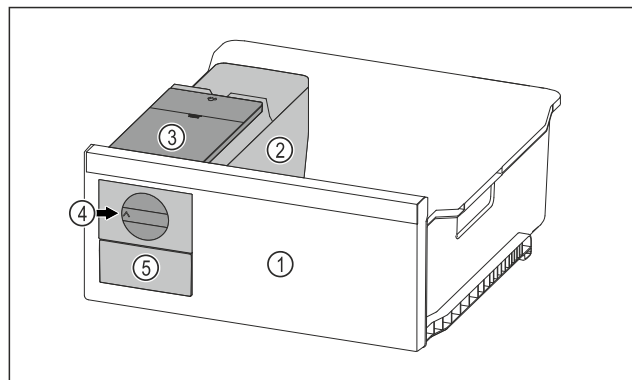

Fig. 120 Beispielhafte Darstellung
- Drehknopf Fig. 120 (4) im Uhrzeigersinn bis zum Anschlag drehen.
- Eiskubus fallen aus der Eiskubus-Schale in das Eiskubus-Schubfach Fig. 120 (5).